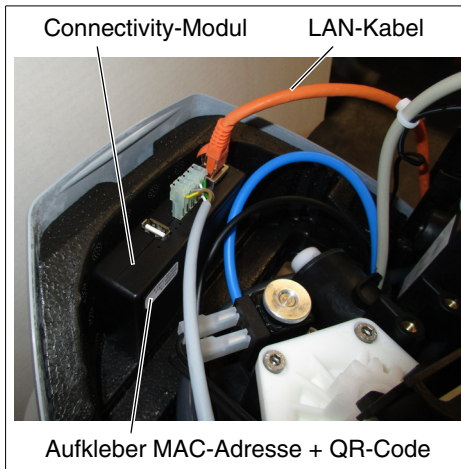

Abb. 15: Connectivity-Modul
- LAN-Kabel in die LAN-Steckdose des Connectivity-Moduls einstecken (siehe Abb. 15).
Zur Fernsteuerung der Enthärtungsanlage über die JU-Control App muss der QR-Code gescannt werden. Alternativ wird die MAC-Adresse des Connectivity-Moduls verwendet (siehe Abb. 15).
- Schaltfläche „QR-Code scannen“. Diese Schaltfläche kann betätigt werden, wenn das verwendete Endgerät eine Kamerafunktion beinhaltet. Die Kamerafunktion ermöglicht das Scannen des QR-Codes der Geräteverkleidung (siehe Abb. 23) oder des QR-Codes des Connectivity-Moduls (siehe Abb. 15).